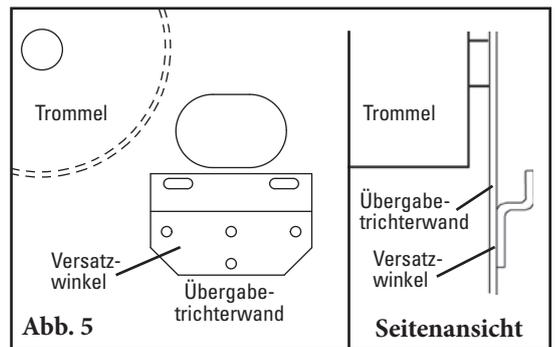

Abb. 5
8. **Versatzwinkel montieren.** Versatzwinkel an der Übergabetrichterwand verschrauben oder verschweißen (Abb. 5).